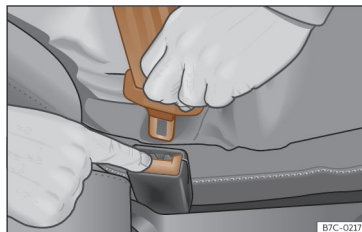

Fig. 24 Soltar la lengüeta del cierre del cinturón.
- Presione la tecla roja en el cierre >>> **fig. 24.** La lengüeta saltará del cierre.